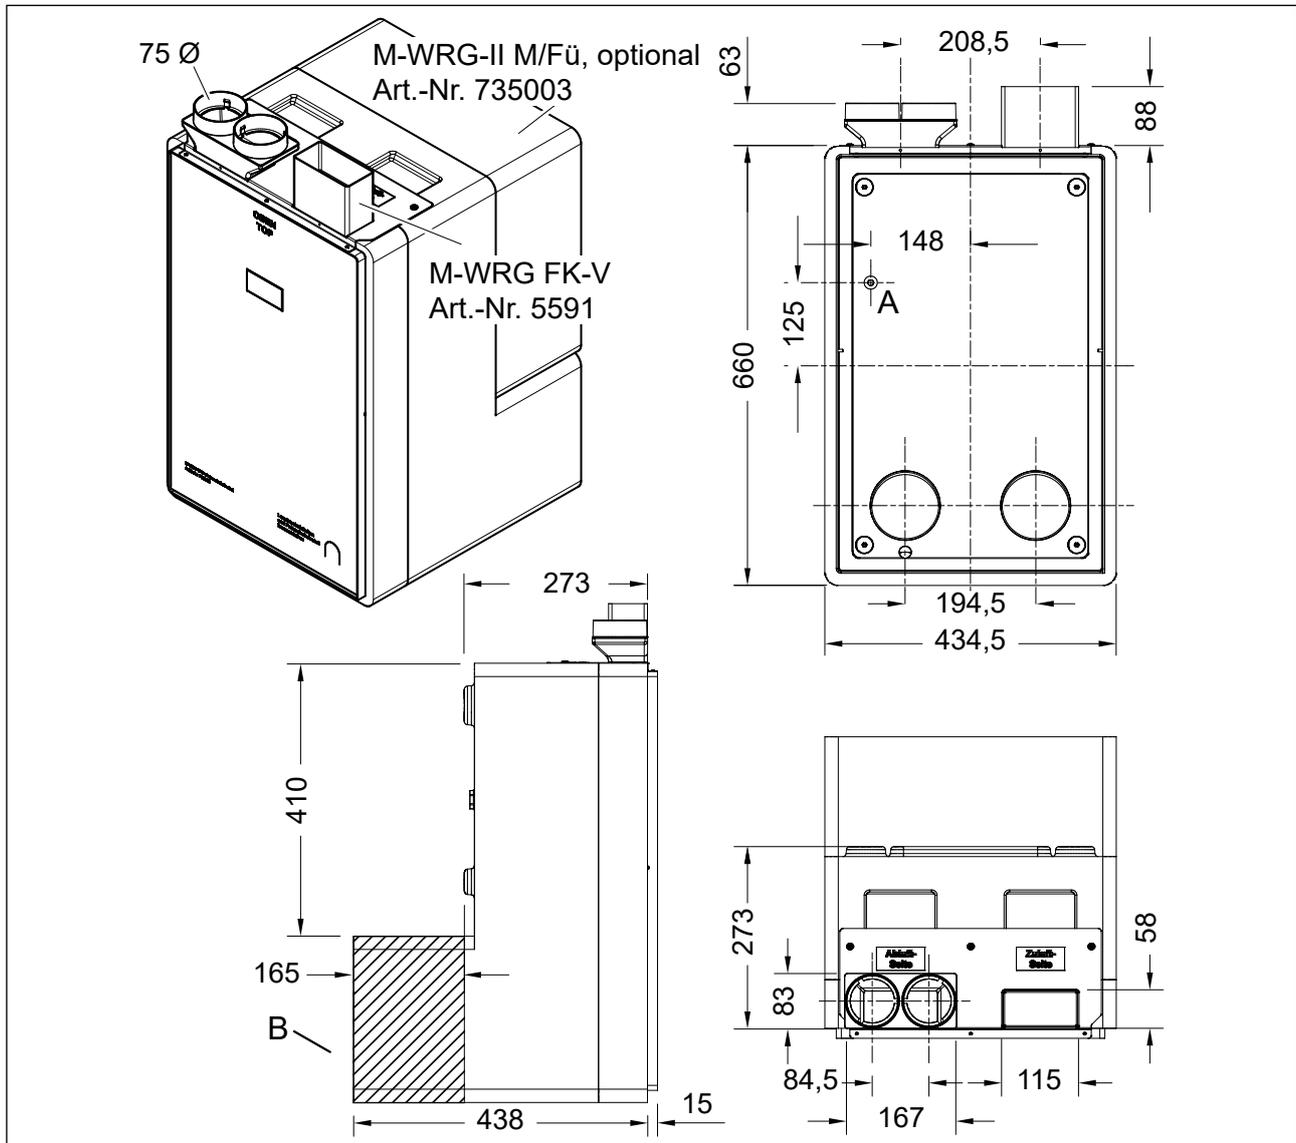

Abb. 8: Abmessungen des Montagesets mit optionalem Füllstück in Millimeter
- B Das Montageset kann um 165 mm auf min. 273 mm (ohne Putzrahmen) gekürzt werden. In die Öffnungen von Abluft und Zuluft können wahlweise zwei Flachkanalanschlüsse **oder** zwei Flexrohranschlüsse **oder** ein Flachkanalanschluss und ein Flexrohranschluss eingesetzt werden. Zur Darstellung der Bemaßungen von Flachkanal- und Flexrohranschluss wurde in Abb. 8 eine Konfiguration mit Flachkanal- (FK) und Flexrohranschluss (75 mm Durchmesser) gewählt.